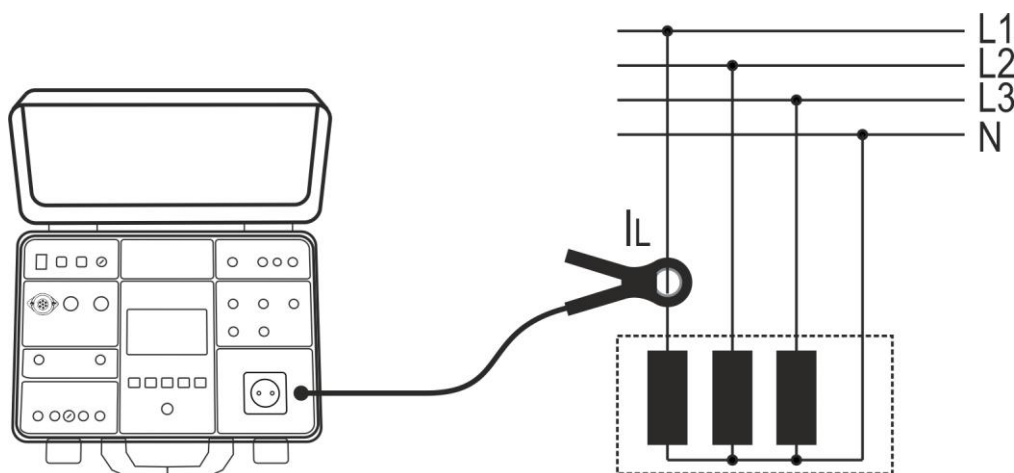

Fig. 69: Collegamento della pinza di corrente nella misura ICLAMP
6. Collegare la pinza di corrente al circuito in prova come mostrato nella Fig. 69